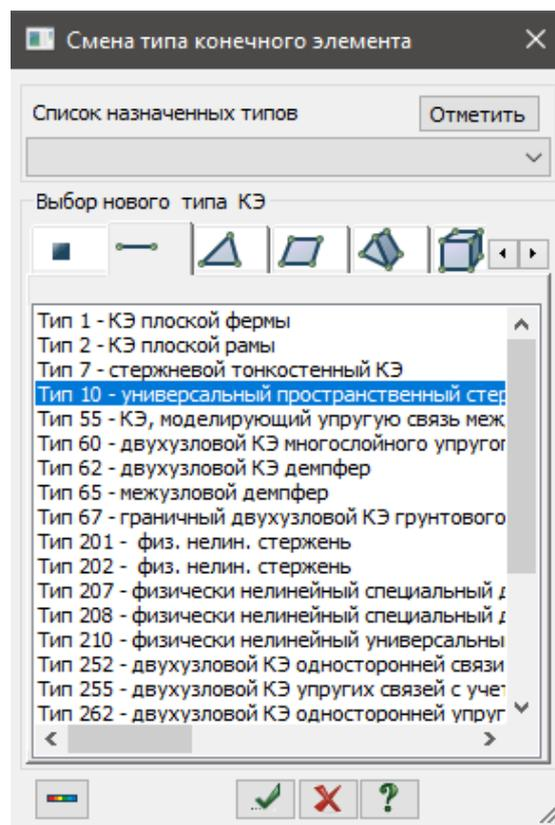

Рис.16.40 Диалоговое окно Смена типа конечного элемента
- Щелчком по кнопке  - Смена типа стержня (панель **Редактирование стержней** на вкладке **Стержни**), вызовите окно **Смена типа конечного элемента** (Рис. 16.40).